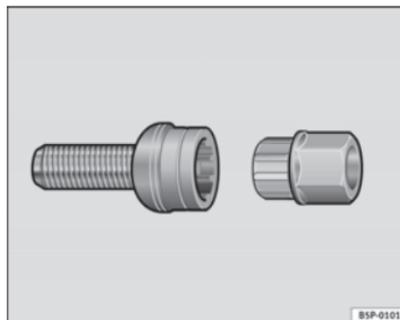

Fig. 186 Tornillo antirrobo de la rueda
- Coloque el adaptador hasta el tope en el tornillo antirrobo de la rueda ⇒ fig. 186.